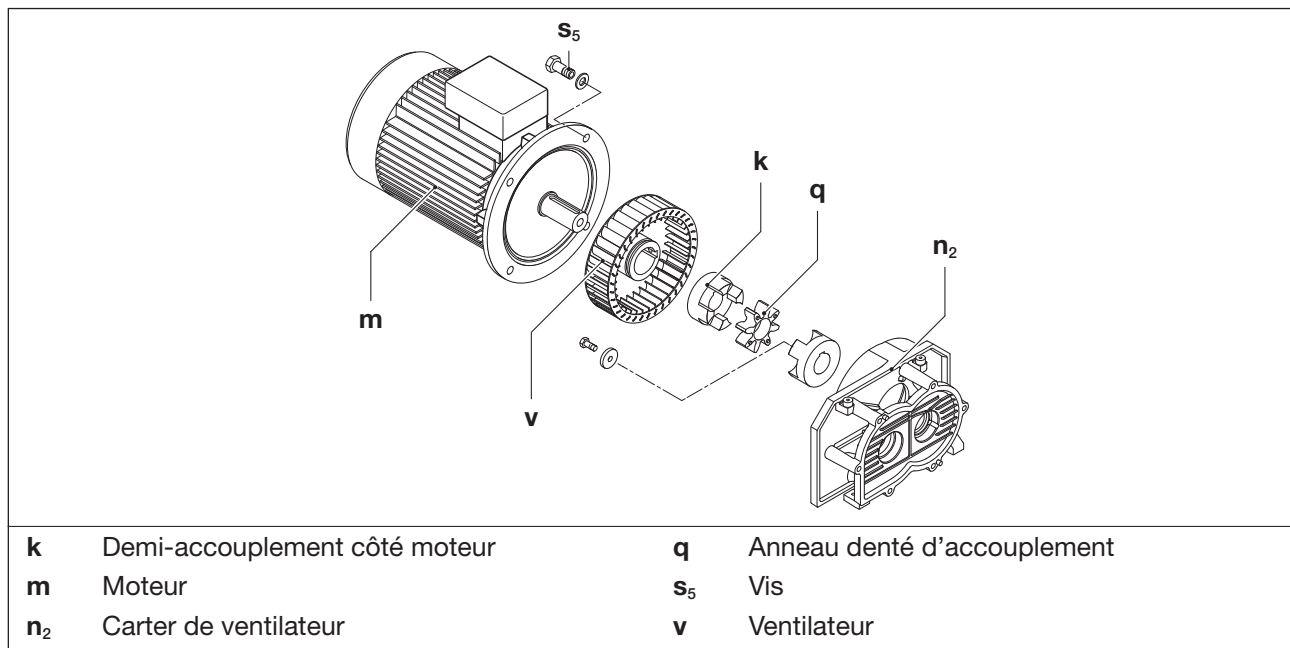

Fig. 11 Accouplement
L'anneau denté d'accouplement (Fig. 11/q) est sujet à l'usure et doit être contrôlé régulièrement (au moins 1 fois par an). De temps en temps, il faut également contrôler le ventilateur (Fig. 11/v) et vérifier s'il présente des dommages.
- Attachez le moteur (Fig. 11/m) à l'attache de transport à l'aide de l'outil de levage.
- Desserrez les vis (Fig. 11/s₅) sur la bride du moteur et extrayez le moteur avec son demi-accouplement côté moteur (Fig. 11/k) du carter du ventilateur (Fig. 11/n₂) en tirant dans le sens axial.
- Contrôlez l'anneau denté (Fig. 11/q). Si l'anneau denté est endommagé ou usé, remplacez-le.
- Contrôlez le ventilateur (Fig. 11/v) et si nécessaire remplacez-le.
- Remontez l'anneau denté et le moteur avec le demi-accouplement côté moteur dans le sens axial et fixez à l'aide des vis (Fig. 11/s₅) sur la bride moteur.